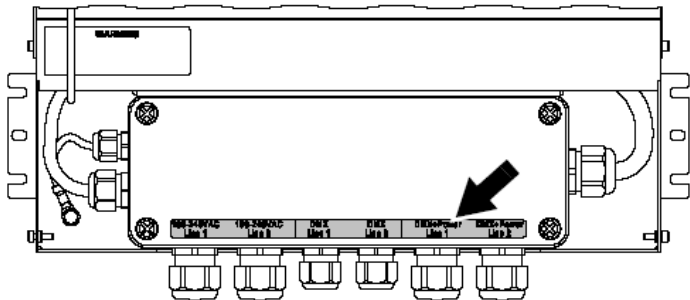

Рис. 17. Внутренняя панель ЦП — правильная установка
1. См. Рис. 17. Убедитесь, что сопряженные поверхности чистые и не имеют повреждений. Установите внутреннюю панель на свое место: наклейка с обозначениями соединений (обозначена стрелочками) должна находиться над соединениями. Надежно закрутите все четыре винта, которые удерживают внутреннюю панель.